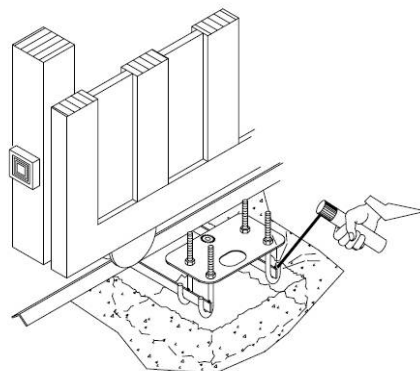
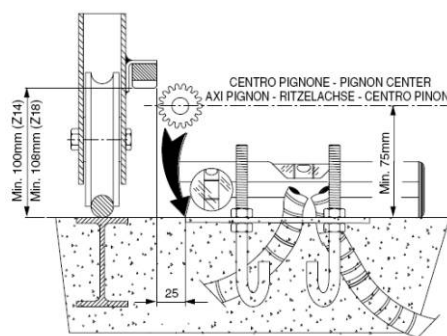

рис.11
рис.12
- Сделайте углубление в земле, куда потом будет устанавливаться монтажная пластина (рис. 11).
- Закрепите монтажные крюки как на рис.11 в 4-х отверстиях. Расположите пластину полностью в углублении, заполненном бетоном, и опустите крюки до уровня пластины, соблюдая размеры (рис. 12).